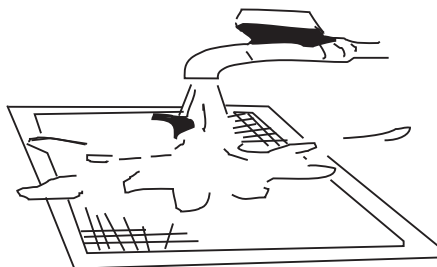

Рис. 67.
- При промывании фильтра в воде держите его загрязненной поверхностью вниз (рис. 67).